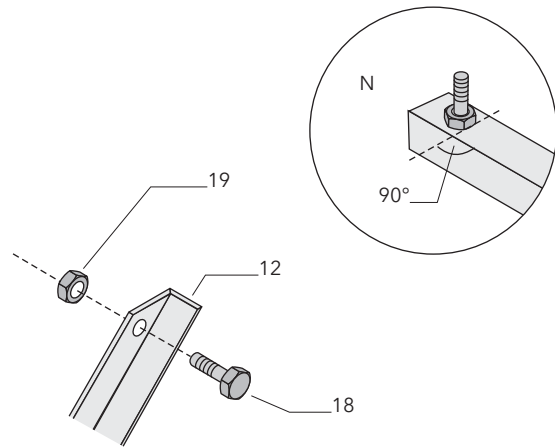

Fig. 13 Préparez les profils du capteur
● **Etape B: Montage du triangle de support (Fig. 13 à 16)**
Vissez aux deux extrémités des profilés en L (12), comme indiqué sur la Fig. 13, les vis (18) qui serviront plus tard à la fixation des capteurs. Alignez les écrous comme représentés sur la Fig. 13.